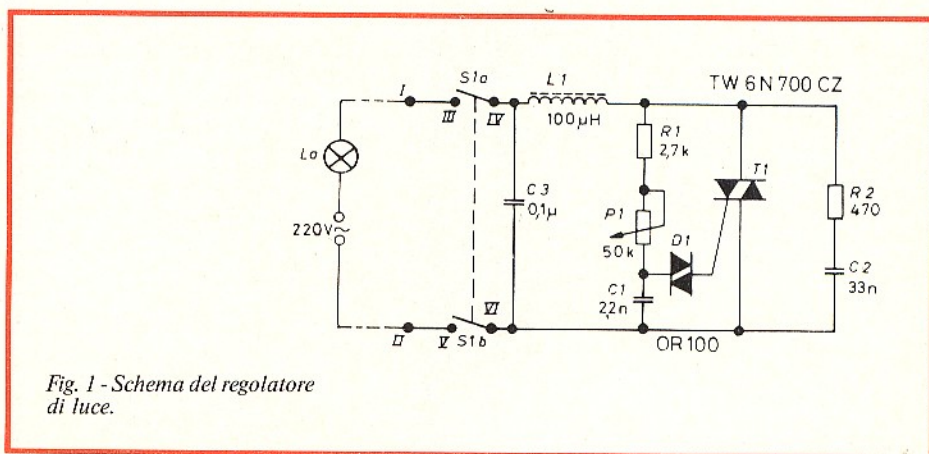

Fig. 1 - Schema del regolatore di luce.
Fig. 1 - Sezione trasversale del collettore e delle spazzole (A); metodo di installazione delle spire nelle fessure del rotore (B), e schema dell'avvolgimento del rotore (C).